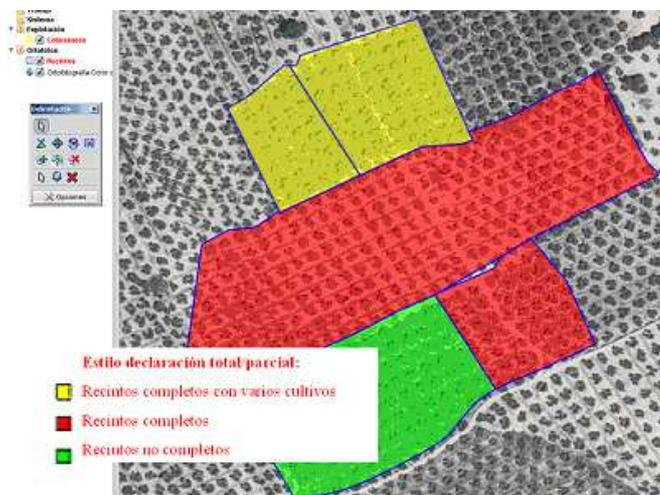

Fig. 48
- **Declaración total/parcial recinto:** muestra en color verde los recintos declarados completos; en rojo, los incompletos y, en amarillo, aquellos declarados completos pero con varios cultivos distintos (Fig. 48).